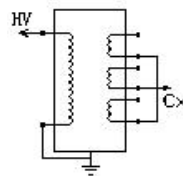

图 6-4 PT 末屏法
(4)：正接法、电压为 10KV、末端屏蔽法、接线见图 6-4